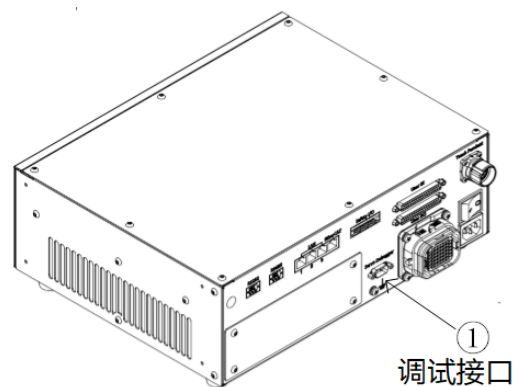

图 6-1 控制柜 Servo Debugger 接口
inCube2S-6 控制柜 Servo Debugger 接口为多轴驱动调试接口，位于控制柜后面板，参考下图 6-1，当调试多轴驱动参数时，需使用 RS422 转 USB 线缆连接到图示①接口。